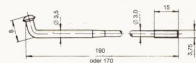

Bild 212
3. Speichen mit geraden Nummern werden von aussen nach innen in die Bohrungen der Nabe eingeführt (Innenspeichen). Speichen mit ungeraden Nummern werden von innen nach aussen durch die Nabenbohrungen geführt (Aussenspeichen). Siehe hierzu Bild 212!